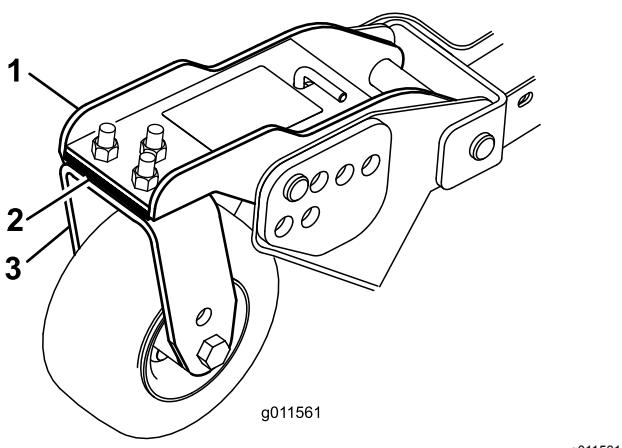

Figure 34
3. Si le bord intérieur de l'unité de coupe latérale est trop élevé par rapport au bord extérieur de l'unité de coupe avant, retirez une cale de 3 mm au bas du bras de la roue pivotante intérieure avant de l'unité latérale (Figure 34).